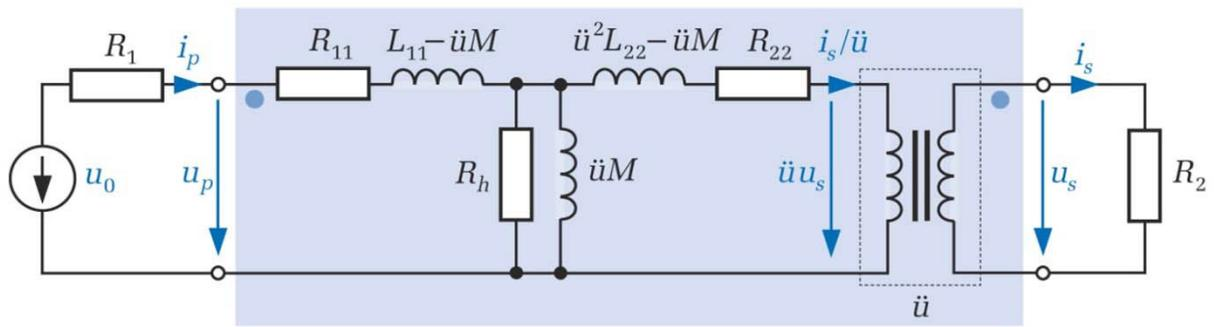

Abb. 3: Detailliertes Ersatzschaltbild eines realen Transformators mit Quelle und Last
Um trotzdem noch mit linearen Elementen rechnen zu können wird der letzte Punkt oft vernachlässigt und man geht davon aus, dass der Transformator nicht oder nur sehr schwach sättigt. Die Abb. 3 zeigt ein mögliches Ersatzschaltbild für einen realen Transformator. Es besteht aus einer Koppelinduktivität (M) und zwei Streuinduktivitäten (L_{11}, L_{22}). Die ohmschen Verluste der Wicklungen (R_{11} und R_{22}) sowie die Eisenverluste (R_h) werden mit Widerständen modelliert. Ausserdem ist auf der Sekundärseite ein Lastwiderstand (R_2) und auf der Primärseite eine reale Spannungsquelle mit Innenwiderstand (R_1) angeschlossen.
Der Widerstand R_h des Ersatzschaltbildes aus Abb. 3 beschreibt die Eisenverluste. Woraus setzen sich diese zusammen:
Der Lastwiderstand R_2 aus Abb. 3 soll auf die Primärseite transformiert werden, so dass der ideale Transformator weggelassen werden kann. Wie gross wäre dann R_2' , wenn $R_2 = 120 \Omega$ misst und das